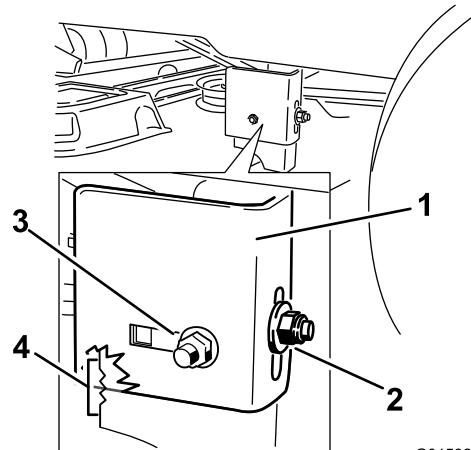
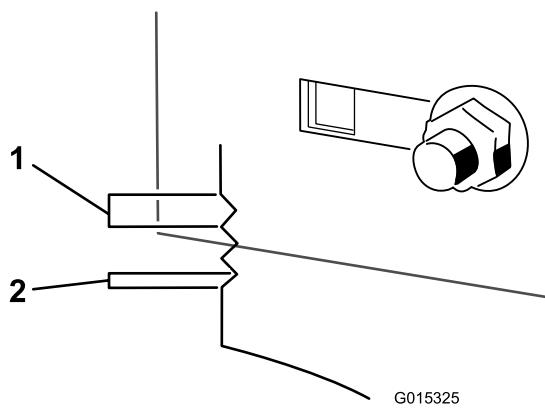

Figura 62
Figura 63
8. Solte a porca de bloqueio traseira no suporte de suspensão (Figura 62).
9. Solte a porca de bloqueio lateral no suporte de suspensão o suficiente para o suporte ser ajustado (Figura 62). Utilize os entalhes no suporte soldado para medir a quantidade de ajuste. Cada superfície de entalhe é equivalente a 0,25 polegadas, enquanto que um só lado tem 0,125 polegadas (Figura 63). Ajuste a altura da plataforma de corte para a altura desejada.
10. Pare a plataforma na posição ajustada e aperte a porca de bloqueio lateral no suporte de suspensão para manter a nova posição (Figura 62). Aperte a porca de bloqueio traseira ao suporte de suspensão.